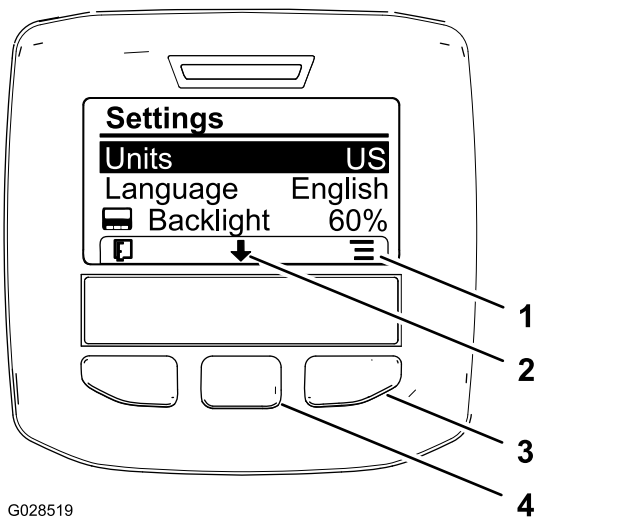

Figura 21
2. Para cambiar las unidades de medida, pulse el botón de selección derecho para cambiar la lista de unidades de medida (Figura 21).
3. Para cambiar el idioma usado en la pantalla, pulse el botón de selección central (el botón bajo el icono de flecha abajo en la pantalla) para mover la opción seleccionada hasta Idioma (Figura 21).
4. Pulse el botón de selección derecho (el botón situado debajo del icono de lista en la pantalla) para resaltar el idioma utilizado en la pantalla (Figura 21).
6. Pulse el botón de selección izquierdo para volver a la pantalla de Inicio (Figura 21).